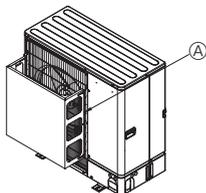

Fig. 2-4
- ② Ugradite opciono usmerivač vazduha ako je jedinica montirana na mestu gde veoma jaki tajfunski i sl. vetrovi. mogu direktno da uđu u odvod vazduha. (Fig. 2-4)